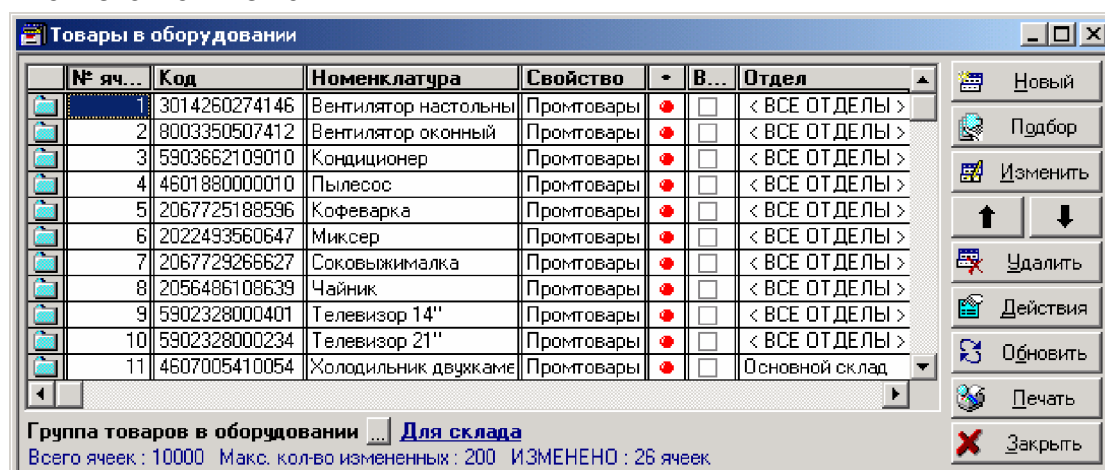

Рис. 9
- 2 Выберите пункт меню «Сервис» - «Настройка оборудования» - «Оборудование». Выберите в списке оборудования терминал сбора данных, в который необходимо загрузить информацию о товарах. Нажмите кнопку «Товары». Откроется форма списка справочника «Товары в оборудовании» (рис. 9) Проверьте наличие необходимых товаров в списке. Если нужно заполните список, нажав кнопку «Действия» и выбрав соответствующий пункт в контекстном меню.